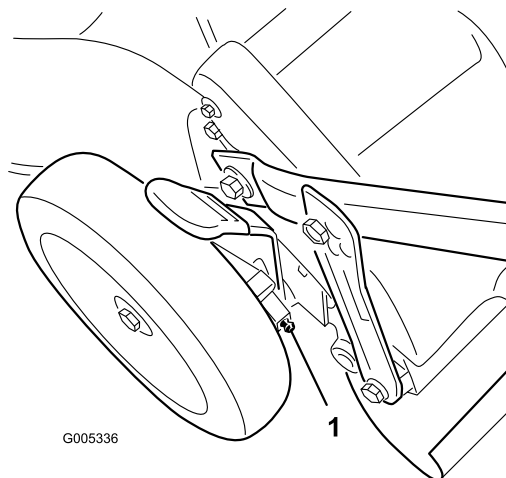

Figure 26
1. Essuyez les graisseurs situés juste à l'intérieur des roues arrière avec un chiffon propre (Figure 26).